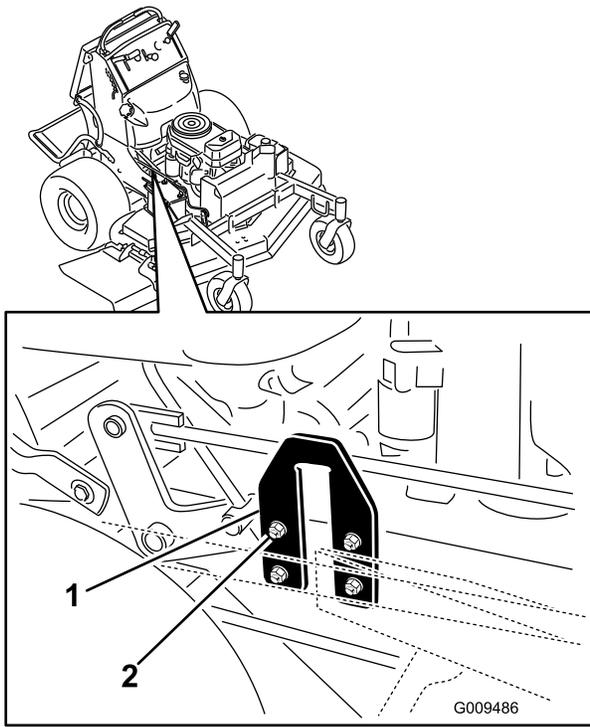

Figure 78
2. Trouvez les plaques en U sur le côté du plancher moteur (Figure 78).
3. Desserrez un côté de la plaque en U et montez ou abaissez la plaque pour réduire la différence entre les valeurs mesurées en **B** et **C** à 6 mm (1/4") maximum (Figure 78).